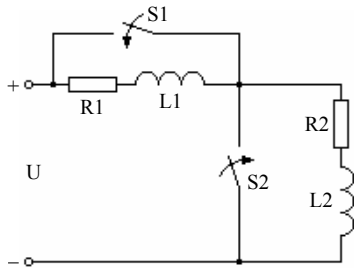

Рис. 15.4
**4. Исходные данные.** К зажимам цепи, состоящей из двух катушек (рис. 15.4), приложено напряжение  $u = U_m \sin(\omega t + \psi)$ . Параметры катушек приведены в табл. 15.4. В момент времени, когда напряжение  $u(0) = kU_m$ , происходит замыкание рубильника.